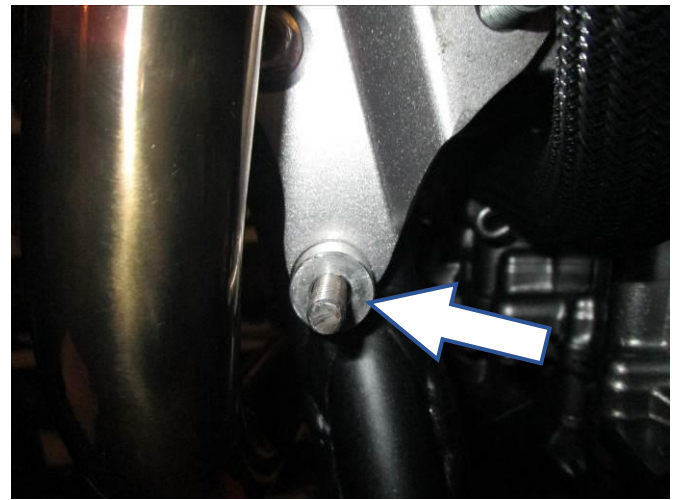

Abbildung 16
- Den Distanzhalter (**Artikel 11**=10mm Länge) am hervorstehenden Ende der unteren Verbindungsstange anbringen wie in **Abbildung 16** abgebildet.